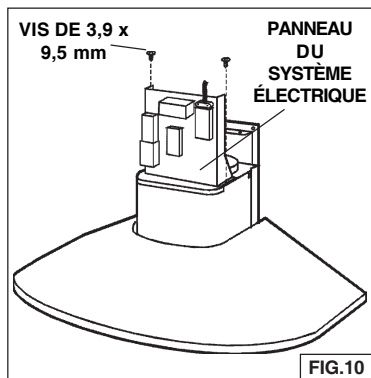

FIG.10
5. Fixez le panneau du système électrique à la hotte au moyen de deux (2) vis de montage (3.9x9.5mm) Fig. 10.